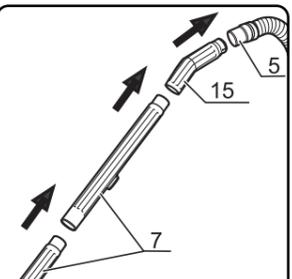

fig.9-1
- 원하는 흡입구/길이 조절 연장관 (s)/조인트 핸들을 선택하고 호스의 작은쪽에 끼우십시오.(fig.9-1, 9-2)
- 호스의 큰 쪽을 진공 호스 연결부(17)에 삽입하고 고정하십시오. 흡입구를 호스의 작은 쪽에 끼우십시오.(fig.9-1, 9-2)